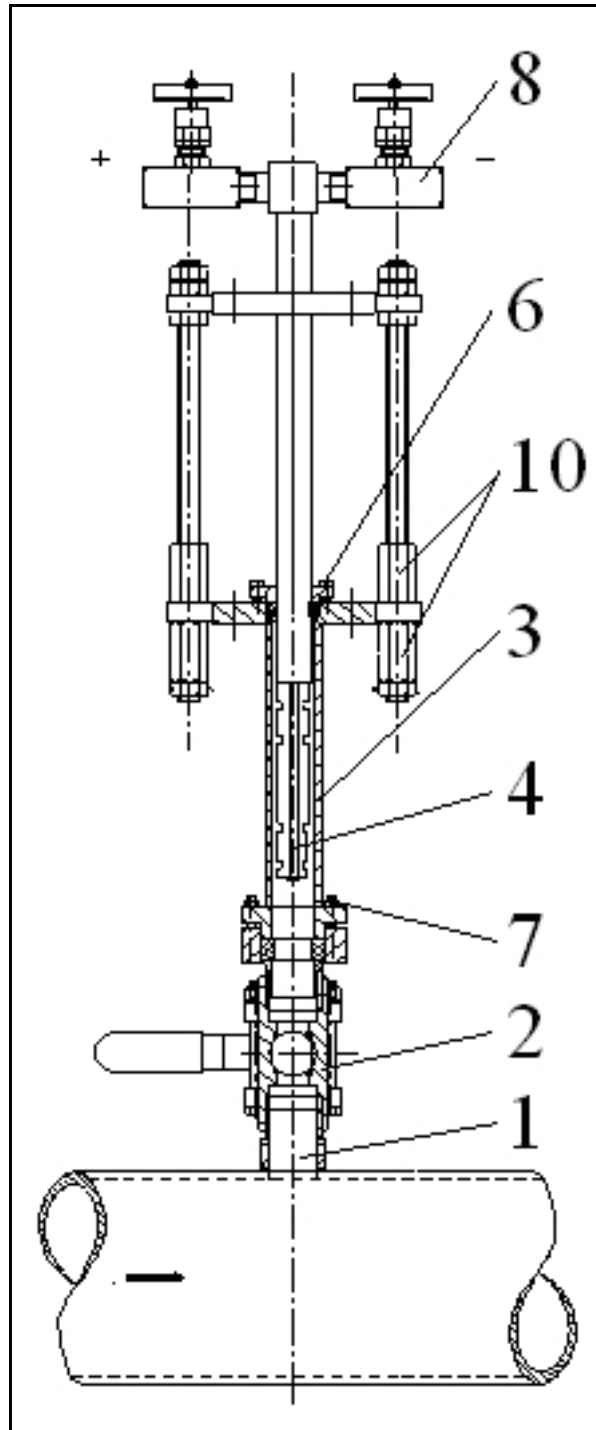

Abb. 18 Itabar-Sonde in ausgezogenem Zustand
3. Führen Sie die Sonden in die Rohrleitung ein, indem Sie wechselweise die Ein- und Ausziehmutter [10] in die erforderliche Richtung drehen. Achten Sie darauf, dass Sie je Mutter nicht mehr als 2 Umdrehungen ausführen, um den Sensor nicht zu verkanten. Schieben Sie die Sonde mit Hilfe der Muttern [10] solange weiter ein, bis die Sondenspitze die gegenüberliegende Wand berührt, bzw. bei Typen FTM-21/26/36 im Gegenlager sitzt. [Abb. 18].
4. Wenn die Sonde vollständig eingefahren ist, sollten die Gewindestangen mit den Muttern [10] in der gezeigten Position befinden [Abb. 18].